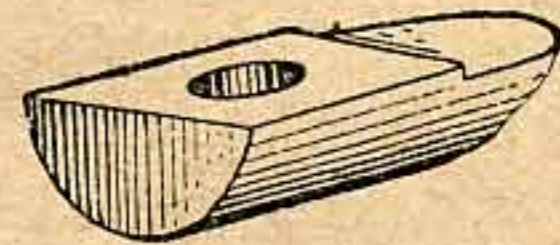

Рис. 12. Амортизатор затвора
**Амортизатор затвора** (рис. 12) принимает на себя удары затвора при отходе его в крайнее заднее положение, этим самым предохраняет затвор и затворную коробку. Он имеет **отверстие** для прохода направляющего стержня с возвратно-боевой пружиной и **вырез** для шпильки защёлки ствольной коробки.